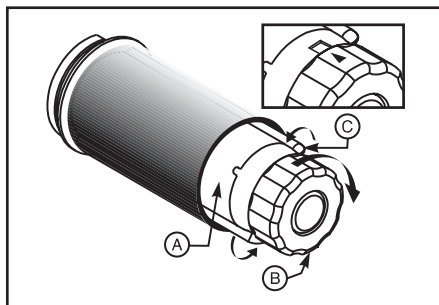

Figura 9
5. Prima di avvolgere il nastro intorno all'apposito spinotto di raccolta, accertarsi che la freccia sulla manopola sia allineata con l'intacca (vedi riquadro, figura 9).
Vedi la figura 9.